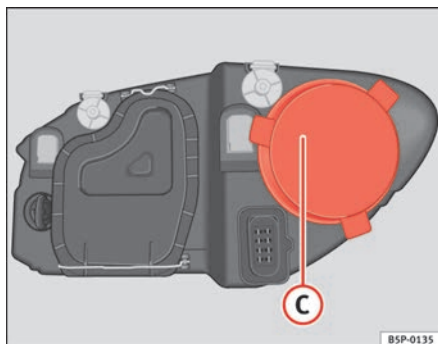

Abb. 186 Fernlicht
- Den Deckel ⇒ Abb. 186 ① abziehen.